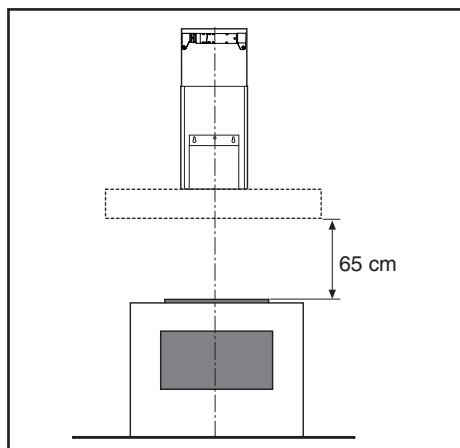
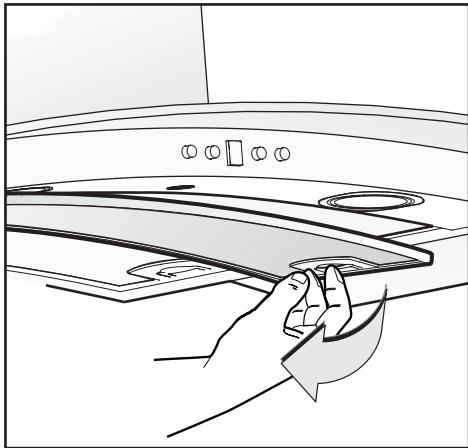

Fig.5
Fig.6
• La distanza minima fra la superficie di supporto dei recipienti di cottura sul dispositivo di cottura e la parte più bassa della cappa da cucina deve essere di almeno **65 cm (**Fig.5**). Se dovesse essere usato un tubo di connessione composto di due o più parti, la parte superiore deve essere all'esterno di quella inferiore. Non collegare lo scarico della cappa ad un condotto in cui circoli aria calda o utilizzato per evacuare fumi degli apparecchi alimentati da un'energia diversa da quella elettrica. Prima di procedere alle operazioni di montaggio, per una più facile manovrabilità dell'apparecchio disinserire i filtro/i antigraso (**Fig.6**).**